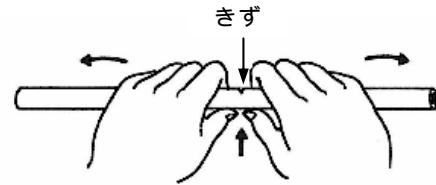

図 45 ガラス管の切り方 2
- (イ) 次に、傷の反対側に両方の親指の腹を当て、おなかの前に構えて、親指で軽く前に押しながら左右に引くようにして切る。この時、周りに人がいないことを確認する。（図 45）